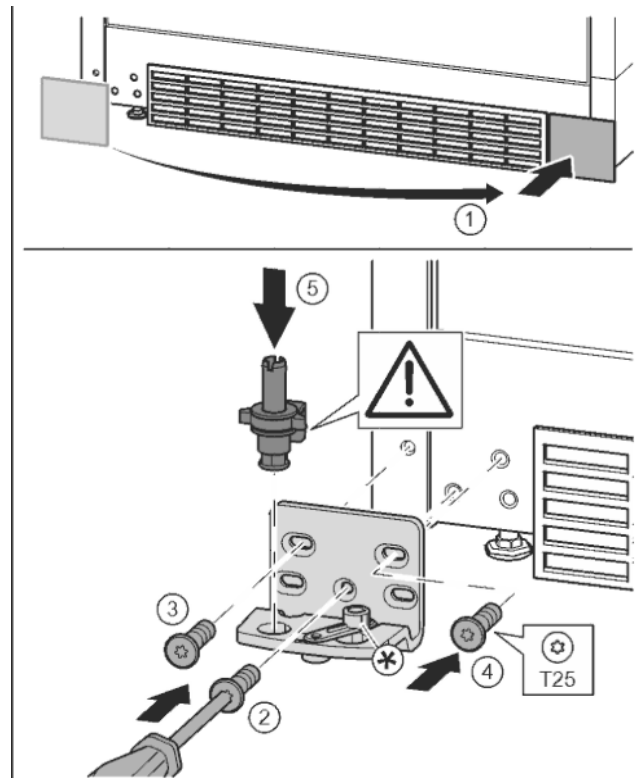

Fig. 12
- ▶ Afdekking eraf halen en op de andere kant aanbrengen. Fig. 12 (1)
- ▶ Lagerbus op de andere kant aanbrengen en met behulp van een schroevendraaier T25 vastschroeven. Met schroef 2 onder in het midden beginnen. Fig. 12 (2)
- ▶ Schroef 3 en 4 vastschroeven. Fig. 12 (3, 4)
- ▶ Lagerbus volledig aanbrengen. Let op dat de vergrendel nok naar achter wijst. Fig. 12 (5)